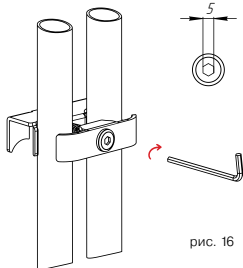

рис. 16
- 3** Поверните прижимную скобу на 90° и зафиксируйте винтом, входящим в комплект, как показано на рис. 16.